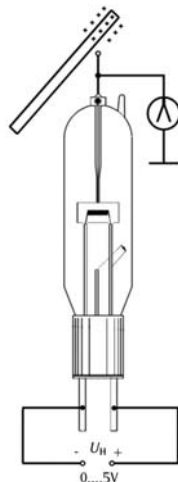

Fig. 1a Montage du circuit de démonstration de l'effet Edison à l'aide d'un électroscope
- Monter le circuit selon le schéma des fig. 1a/b.